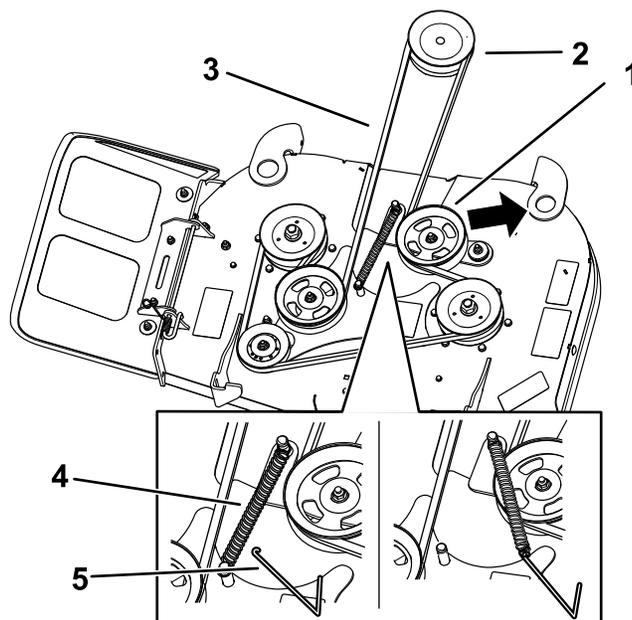
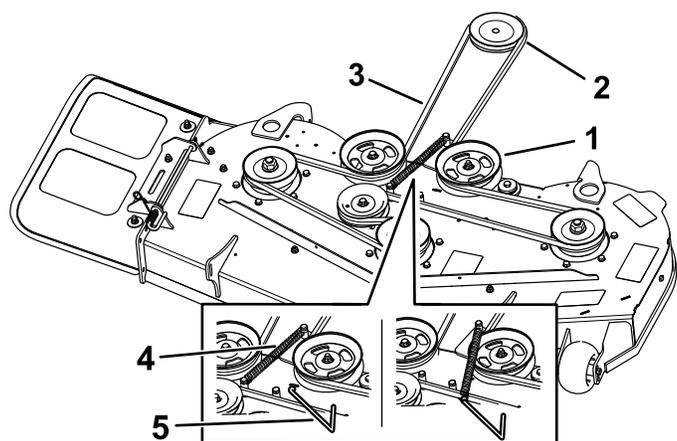

Рисунок 52
Рисунок 53
5. Используя съемник пружин (номер 92-5771 по каталогу Toro), снимите пружину натяжного ролика с крюка деки, чтобы снять натяжение с натяжного ролика, и снимите ремень со шкивов (Рисунок 52 или Рисунок 53).
6. Проложите новый ремень вокруг шкива муфты и шкивов газонокосилки (Рисунок 52 или Рисунок 53).
7. Установите пружину натяжного ролика, зацепив ее за крюк деки (Рисунок 52 или Рисунок 53).